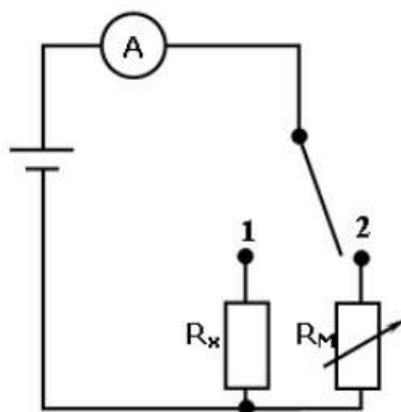

Рис. 1
Сущность метода понятна из рассмотрения схемы, представленной на рис.1.
1. Соберите схему для измерения сопротивлений методом замещений (рис.1).